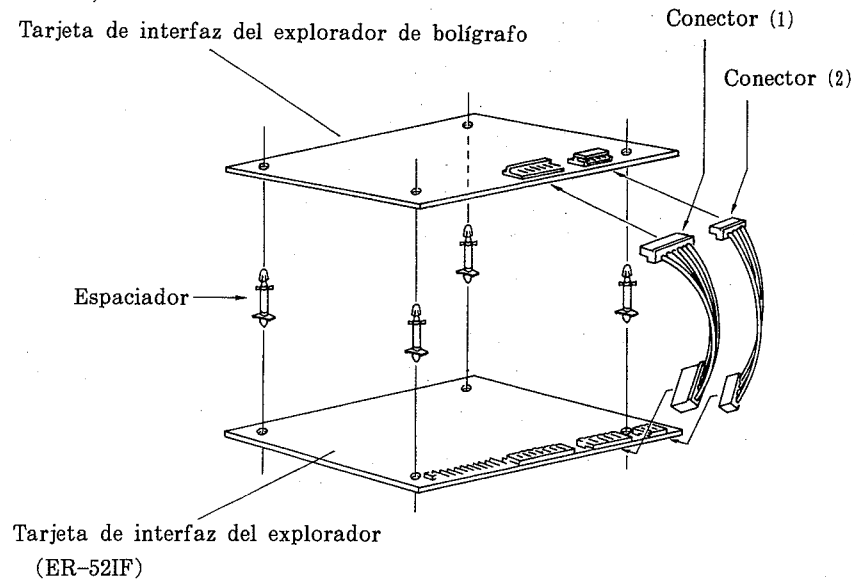
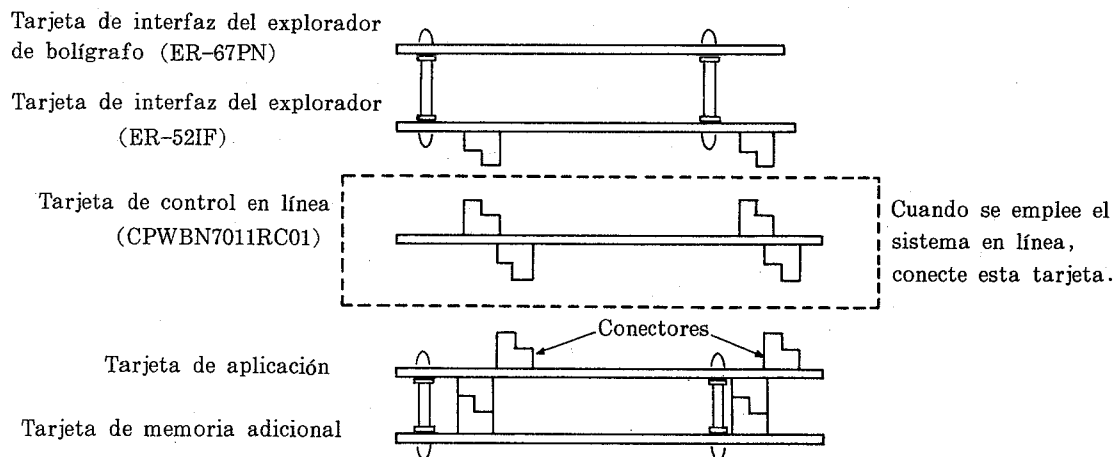

Figura 51
Figura 52
- (1) Desenchufe la ER-6750 por razones de seguridad.
- (2) Extraiga la cubierta posterior. (Vea la página 167.)
- (3) Acople los espaciadores (4 piezas) a la tarjeta de interfaz del explorador (ER-52IF). (Vea la figura 51.)
- (4) Acople la tarjeta de interfaz del explorador de bolígrafo (ER-67PN) a los espaciadores de la tarjeta de interfaz del explorador, y conecte los conectores (1) y (2). (Vea la figura 51 de arriba.)
- (5) Conecte la tarjeta de interfaz del explorador en la tarjeta de aplicación.
- (NOTA) Cuando se emplee el sistema en línea, primero conecte la tarjeta de interfaz en línea en la tarjeta de aplicación, luego conecte la tarjeta de interfaz del explorador en la tarjeta de interfaz en línea. (Vea la figura 52.)